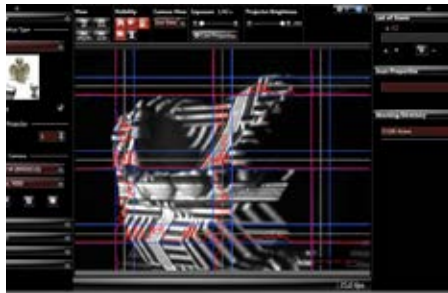

Abb. 4.4: Typisches Live-Bild bei gutem Aufbau und Einstellungen
9. **Kamera-Helligkeit/Blende:** Der Regler „Projektor-Helligkeit“ in der Software sollte auf Maximum stehen. Sie sollten ihn nur reduzieren, falls eine saubere Aussteuerung im folgenden sonst nicht möglich ist. Stellen Sie die mechanische Blende (Stellring A) ein. Beachten Sie dabei im Kamerabild nur die Bereiche, in denen die Wellen zu sehen sind! Die eingeblendeten Intensitätskurven (rot) müssen sinusförmig sein und dürfen weder über- noch untersteuern, d.h. die rote Kurve (vgl. Abb. 4.4 und 4.5) darf in diesen Bereichen nirgends an den blauen Begrenzungen abgeflacht werden.